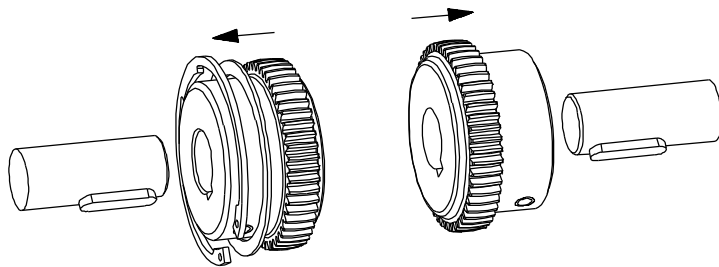

Bild 5.1
- Schieben Sie die Kupplungsnapen, Anlaufring und Sicherungsringe auf die Wellen der An- und Abtriebsseite. (siehe Bild 5.1)